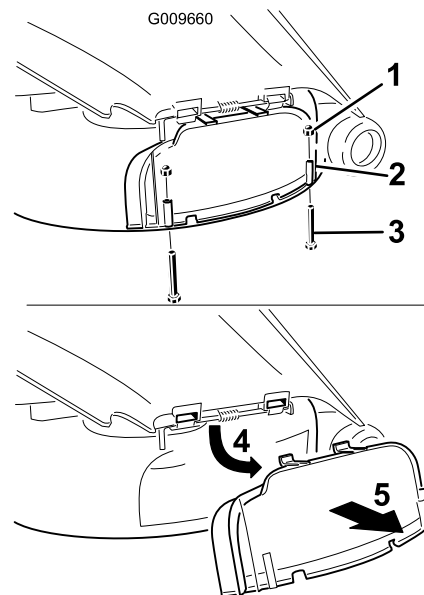

Figura 14
3. Remova os 2 parafusos e porcas que fixam a cobertura de descarga ao cortador (Figura 14).